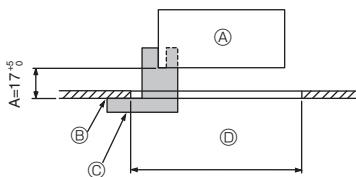

Fig. 9-2
9.2. Forberedelser til fastgørelse af gitteret (Fig. 9-2)
- Juster og kontrollér placeringen af hovedenheden i forhold til loftsladen med måler ②, der følger med dette sæt. Hvis hovedenheden ikke placeres korrekt i forhold til loftsladen, kan der opstå luftlekager eller kondensdannelse.